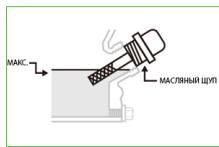

Рис. 3
- Уровень масла должен оставаться в пределах области щупа между отметками, желательно между серединой диапазона и верхней отметкой. (Рис. 3)